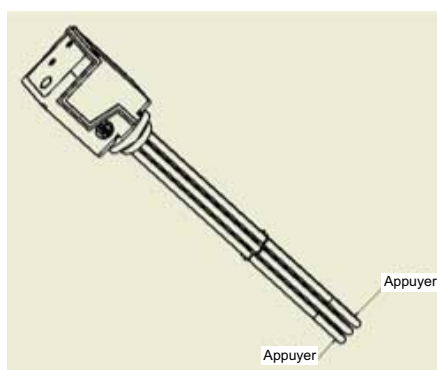

Fig.1.3: Montage du chauffage vissé
- 1) Retirer les panneaux latéraux de l'habillage de la pompe à chaleur pour accéder au ballon tampon intégré. Une résistance électrique de 1,5 kW est montée en série dans ce ballon (voir fig.1.3 à la p.3).